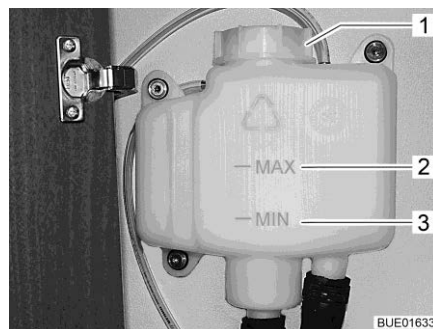

Fig. 286 Recipiente de compensación sin panel
- Comprobar si en el recipiente de compensación (Fig. 286) el líquido está entre las marcas "MIN" (Fig. 286,3) y "MAX" (Fig. 286,2).
- Abrir la tapa giratoria (Fig. 286,1) del recipiente de compensación.